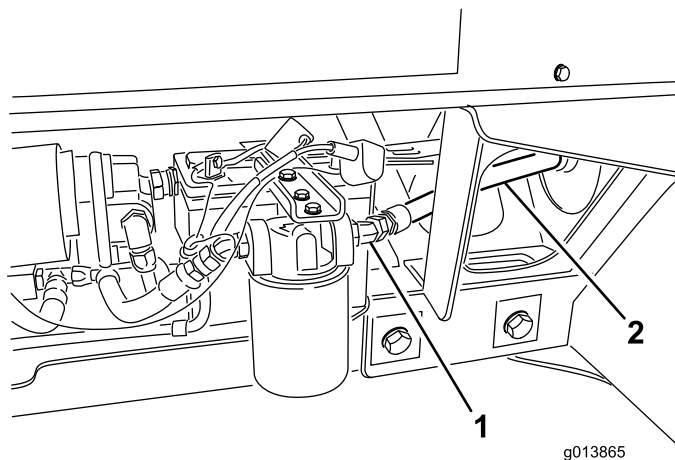

図 11
36. 油圧ホース #3 をフィルタの出口に接続する（図 11）。